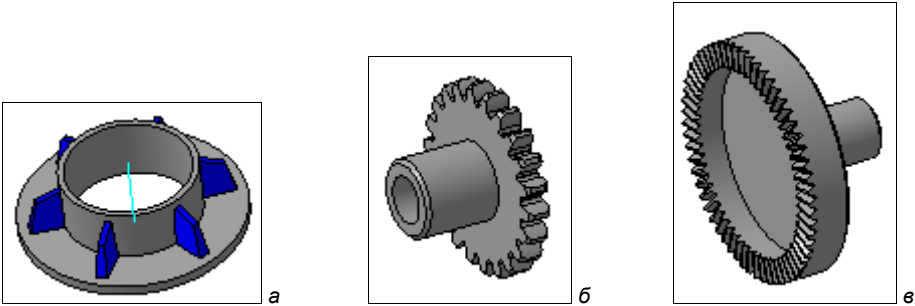

Рис. 25.21. а — Модель 10 с ребрами; б — зубчатое колесо 22; в — зубчатая полумуфта
- ◆ нажмите кнопку **Создать объект**. Система создала шесть синих ребер равномерно по окружности (рис. 25.21, а).
леса без зубьев. Затем на торцевой части создайте эскиз впадины зуба или сам зуб. Этот эскиз можете скопировать из файла Колесо зубчатое 22, который находится на прилагаемом компакт-диске в папке Чертежи. Для создания профиля зубчатого колеса вызовите команду **Массив по концентрической сетке** и создайте массив зубьев. Это вам в качестве домашнего задания (рис. 25.21, б). Также самостоятельно создайте массив зубьев в модели Зубчатая полумуфта (рис. 25.21, в).